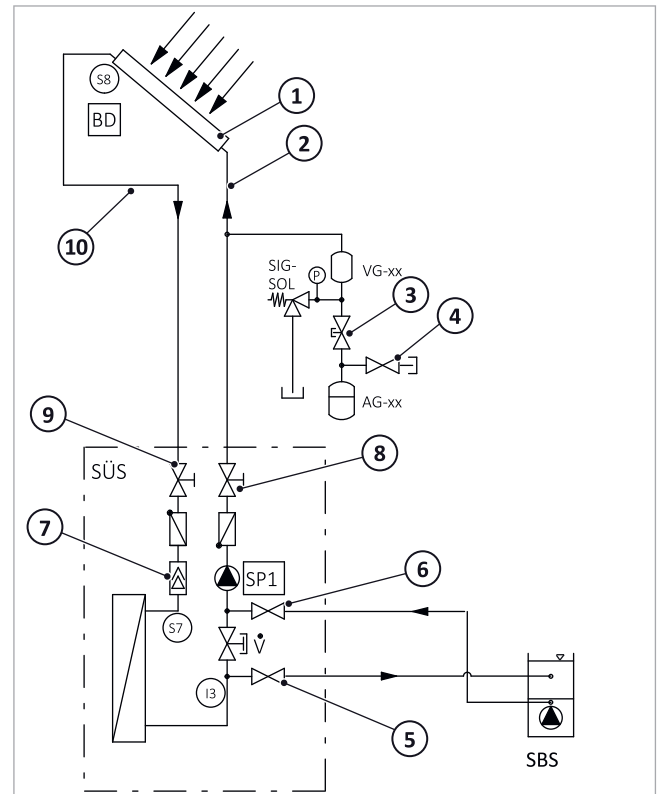

Abb. 109: Solarwärmeübergabestation: Spülen des Pumpenstranges
- Nach Neubefüllung des Solarkreises wird es im laufenden Betrieb zu Ausgasungen kommen, die sich im Luftfang der Station → Abb. 109, S. 53 (7) sammeln. Diese Ausgasungen nehmen mit zunehmender Betriebsdauer ab. In den ersten Tagen nach Inbetriebnahme daher täglich und anschließend je nach abgeschiedener Luftmenge in größeren Abständen den Luftfang entlüften und den Anlagendruck kontrollieren.